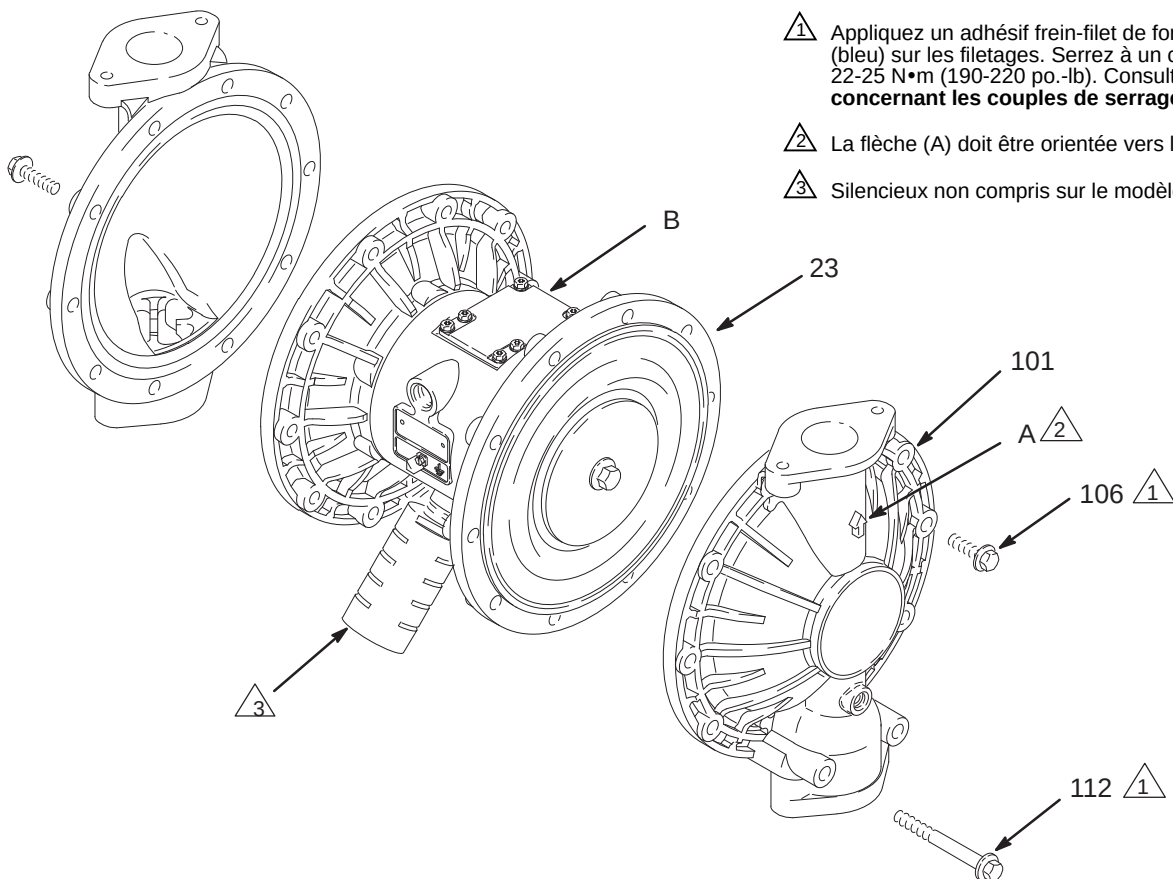

FIG. 11
3. À l'aide d'une clé à douille de 13 mm, retirer les vis (106 et 112) maintenant les capots du circuit (101) aux capots du circuit pneumatique (23). Retirez les capots à fluide (101) de la pompe. Consultez FIG. 11.
6. Alignez les couvercles à liquide (101) et le boîtier central (1) de sorte que les flèches (A) sur les couvercles soient orientées dans la même direction que la vanne d'air (B). Appliquez de l'apprêt et du frein-filet à résistance moyenne (bleu) sur le filetage de la vis (106) et (112) et attachez les couvercles en serrant les vis à la main. Installez les plus longues vis (112) dans les orifices en bas des couvercles. Consultez la figure 11. Serrez les vis à l'opposé et de manière uniforme à un couple de 22-25 Nm (190-220 po.-lb) à l'aide d'une clé à douille de 13 mm. Consultez la section **Instructions concernant les couples de serrage**, page 31.